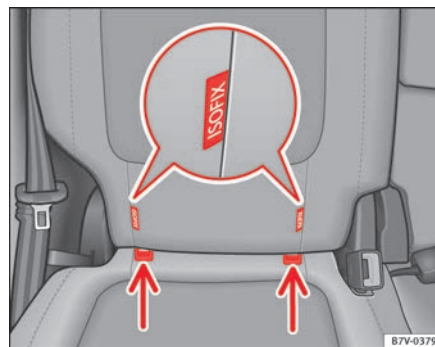

Fig. 27 Versão 2: identificação dos pontos de ancoragem para a cadeira de criança no banco do veículo.
- Encaixe a cadeira de criança nos anéis de fixação ⇒ Fig. 27, no sentido da seta. A cadeira de criança deve encaixar de forma segura e audível.
- Coloque a cadeira de criança sobre o assento e enganche os ganchos dos cintos de fixação nos anéis de fixação ⇒ Fig. 27.